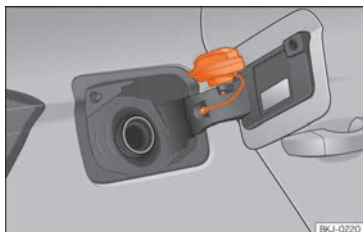

Abb. 179 Tankklappe mit aufgestecktem Tankverschluss.
• Platzieren Sie den Verschluss in der Ausparung, die sich im Scharnier der geöffneten Tankklappe befindet »» **Abb. 179**.